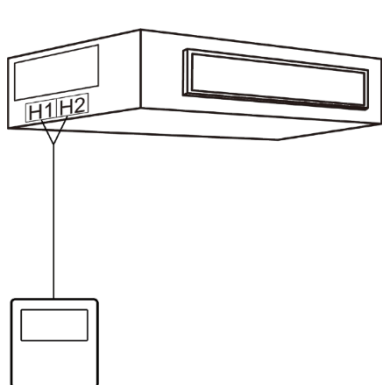

Abb. 5.4.1
- 1) Abb. 5.4.1 zeigt die Installation des kabelgebundenen Controllers.